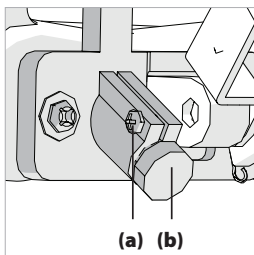

Abb. 6
- Klemmschraube lösen (**Abb. 6, a**)
- Drehen Sie das Lasermodul vorsichtig, (**Abb. 6, b**) bis die Linie parallel zu den Markierungen im Karton ist.